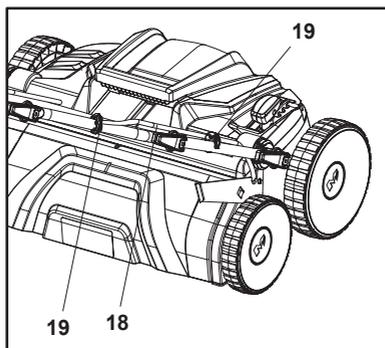

Fig. 3
13. Fixer le cordon d'interconnexion (18) à l'aide de deux serre-câbles (19) (Fig. 3).